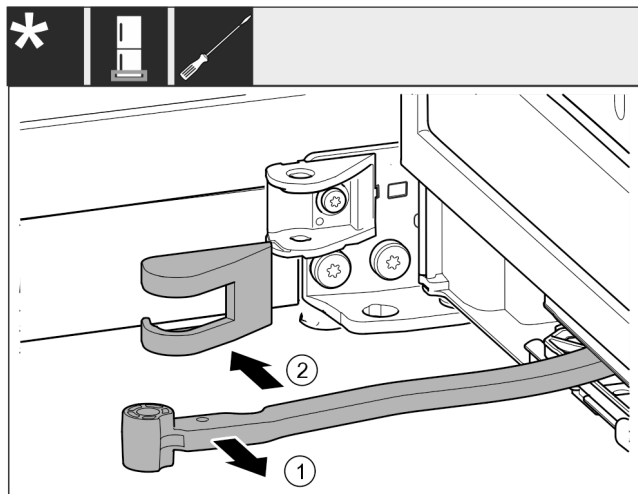

Fig. 16
- ▶ Zavrtite zgibni del Fig. 16 (1) v smeri vrat.
- ▶ Odstranite pokrov ležajnega podstavka Fig. 16 (2).